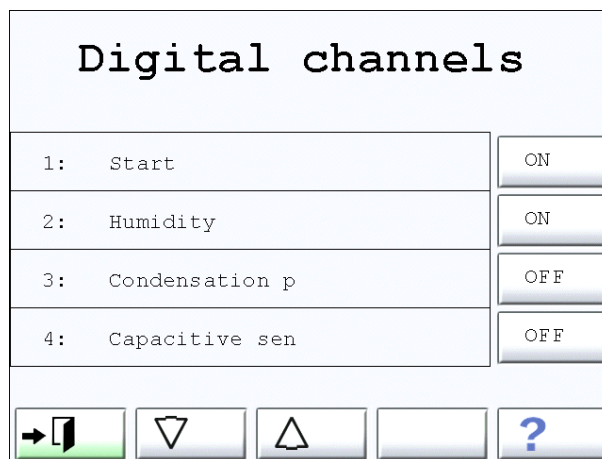

Fig. 4-3
- depuis le menu des canaux numériques → Fig. 4-3 (page 35)